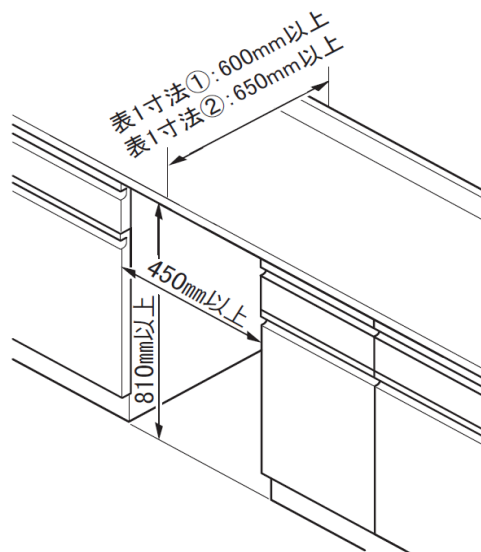

図2－設置に必要なスペース
- ・キッチンカウンターの奥行は、表1寸法①の場合は600mm以上、表1寸法②の場合は650mm以上とする。
- ・設置に必要なスペースを図2に示す。